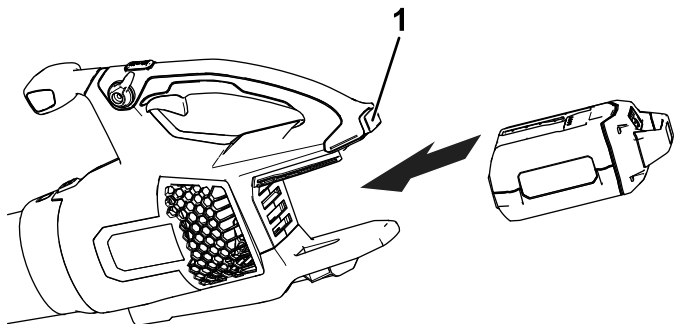

Figura 2
2. Allineate la cavità nel pacco batteria con la linguetta nell'alloggiamento dell'impugnatura (Figura 2).